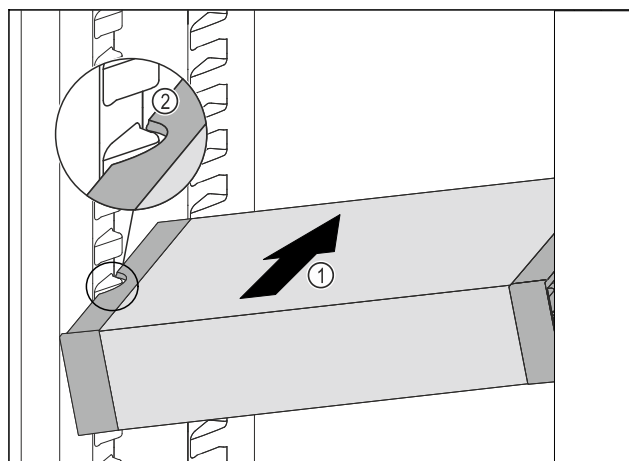

Fig. 99
- ▶ VarioSafe zasúvajte šikmo do chladničky Fig. 99 (1), kým sa bočné vybrania Fig. 99 (2) VarioSafe nebudú nachádzať vo výške rebra nádoby v chladničke.